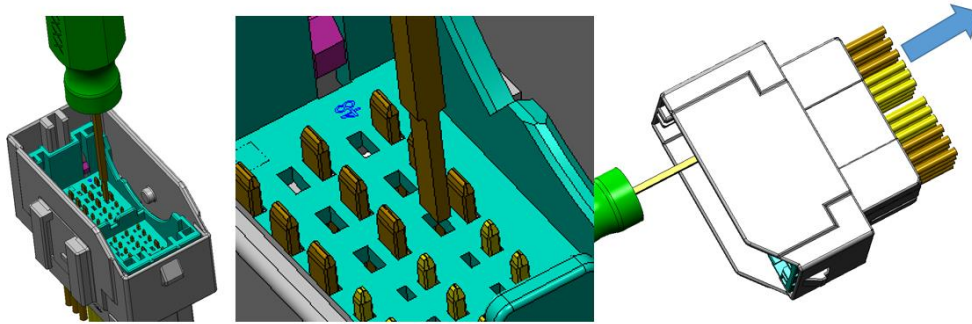

Fig. 11
(1) TPA 가 Pre-lock 상태인지 확인하시오. Final lock 상태에 있다면, Pre-lock 상태로 바꾸어야 한다(Par.5.3. 참조). Final lock 상태에서는 단자를 빼내는 것이 불가능 하다.
(2) Extraction tool 을 Extraction hole 에 삽입하면서 Crimped wire 를 당겨 단자를 빼내시오. (Fig.11 참조)